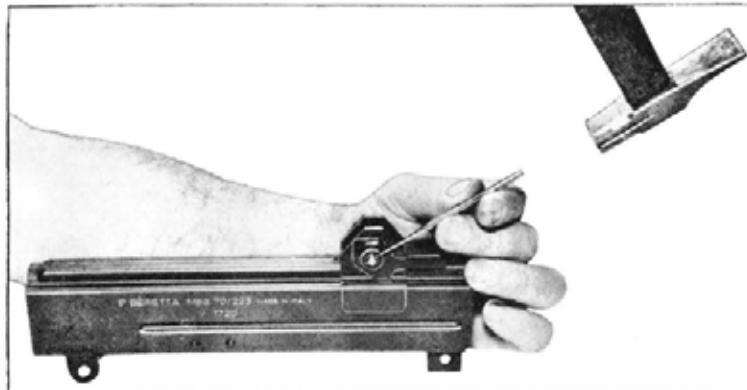

Fig. 77
- con gli utensili 106 e 111 sfilare la spina elastica dal foro della vite diottra (fig. 77).
- with tools 106 and 111 drive out split pin from the hole in the aperture sight adjusting screw (figure 77).